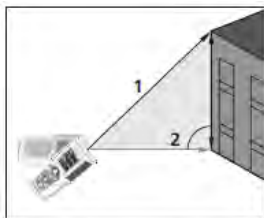

Fig. 7: Execução da medição Indireta com 2 pontos
3. Colocar o instrumento no ponto mais alto (1) da medição (ver Fig. 7) e premir o botão
- Colocar o instrumento na posição mais horizontal possível (2) da medição (ver Fig. 7) e premir o botão para efetuar a medição. O resultado é apresentado no segundo display parcial
- O valor final do resultado (obtido como $\sqrt{(1)^2 - (2)^2}$) é apresentado no display resultante